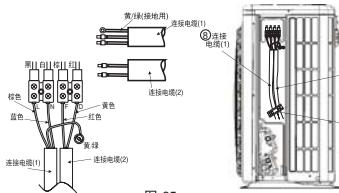
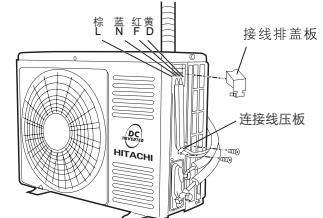

图 25
图23
- (1) 将接线排盖板取下。
- (2) 将连接电缆分别按图23正确地牢固连接 (紧固力矩为8~15kgf·cm)。
- (3) 必须将黄/绿线接至带有 \ominus 标志处的接地螺钉上。
- (4) 用连接线压板将连接电缆用螺钉紧固。
- (5) 完成接线后将接线排盖板重新安装凸台卡口位置。
- (6) 将边盖重新安装。
- ② 室外机组连接电缆连接法 (RAC-50BVX)
- (1) 按连接电缆接电气接线图所示正确地牢固连接。 (紧固力矩为8~15kgf·cm)。
- (2) 用连接线压板将连接电缆压住后, 用螺钉紧固, 按图25安装。